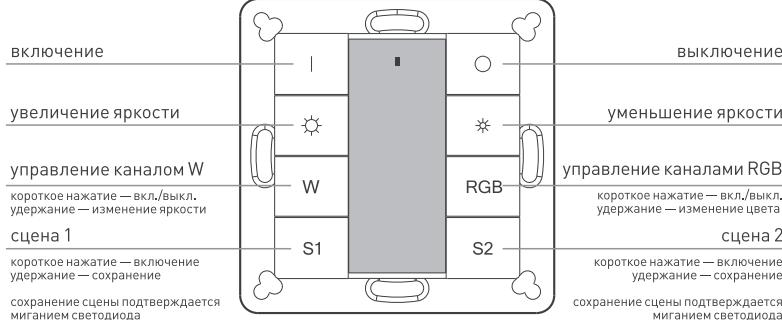

Рисунок 2. Назначение кнопок.
3.9. Проверьте управление с панели (рисунок 2).